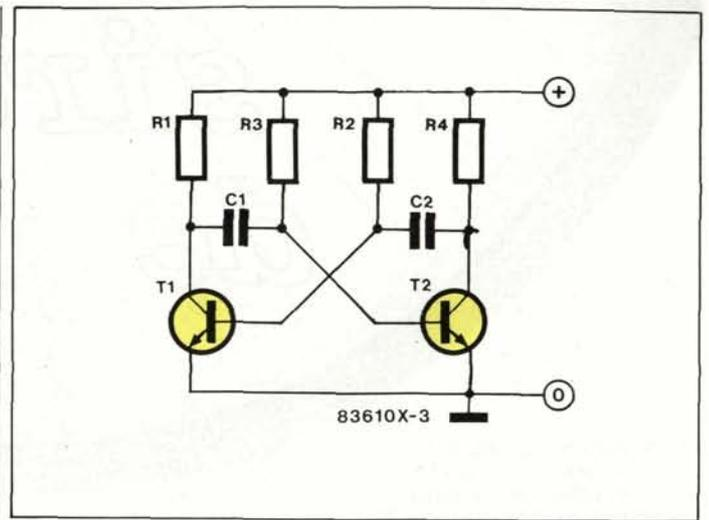

Figure 3 - Schéma du multivibrateur astable.
Figure 3 - On reconnaît les bonnes soldes à leurs pentes légèrement creuses comme celles d'un volcan. Les mauvaises soldes forment un boudin à la base de la broche, ce qui indique qu'il n'y a pas de bonne prise entre l'étain et le matériau de la broche. Utilisez une grosse loupe pour vérifier vos soldes.
■ Une bonne soudure à l'aspect du col et du goulot d'une bouteille. On peut aussi la comparer au sommet évasé d'une quille. Cet aspect est un détail important: lorsque l'étain forme un boudin aux bords arrondis, cela indique que son adhérence est mauvaise; dans la plupart des cas, le contact est incertain, voire inexistant et l'on parle de «soudure froide» (figure 3).